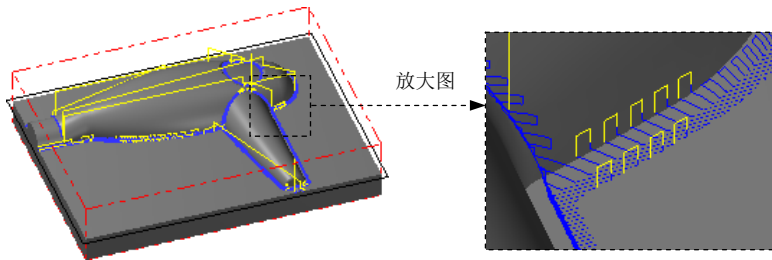

图 11.13.27 刀具路径
Step7. 单击“曲面精加工残料清角”对话框中的 按钮, 完成加工参数的设置, 此时系统将自动生成图 11.13.27 所示的刀具路径。